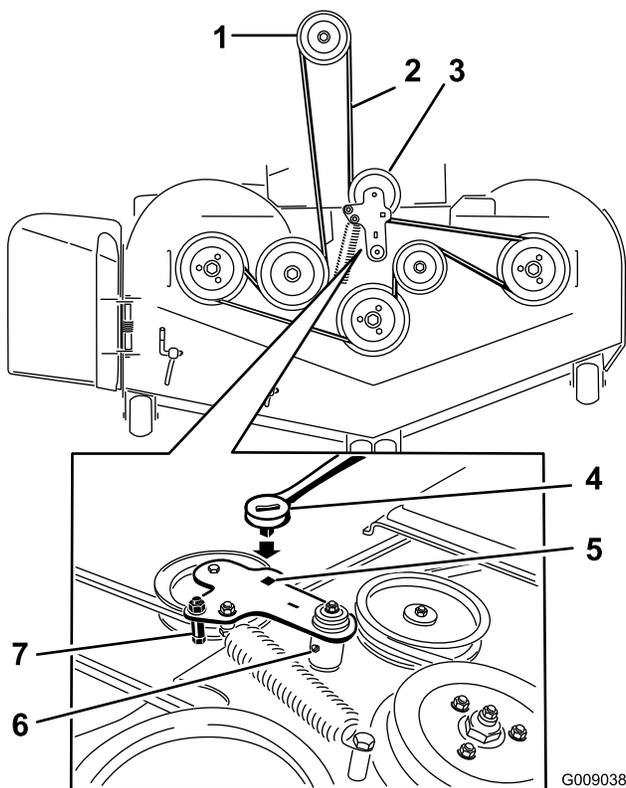

Figura 96
5. Levante la chapa de suelo e introduzca una llave dinamométrica en el taladro cuadrado del brazo tensor de la plataforma (Figura 96).
6. Gire cuidadosamente el brazo tensor de la plataforma en el sentido de las agujas del reloj y retire la correa del cortacésped (Figura 96).